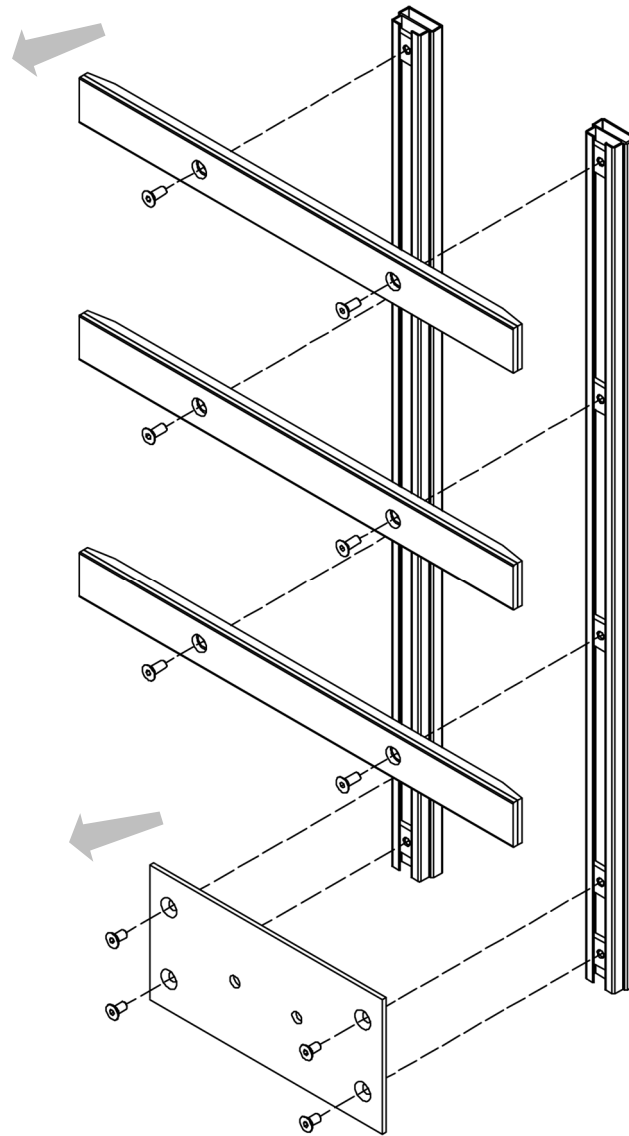

Figura 59
5. Tomar como referencia la *Figura 59*.